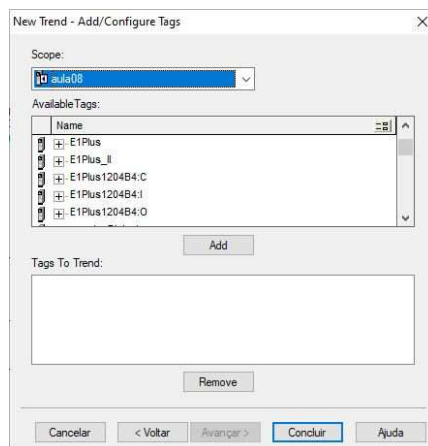

Figura 7. Definição das variáveis (“penas”) de um gráfico de tendência (*trend*) no RSLogix 5000.
- 3.3. Ainda nesta janela, selecione as variáveis a serem visualizadas no gráfico de tendência (figura 7):